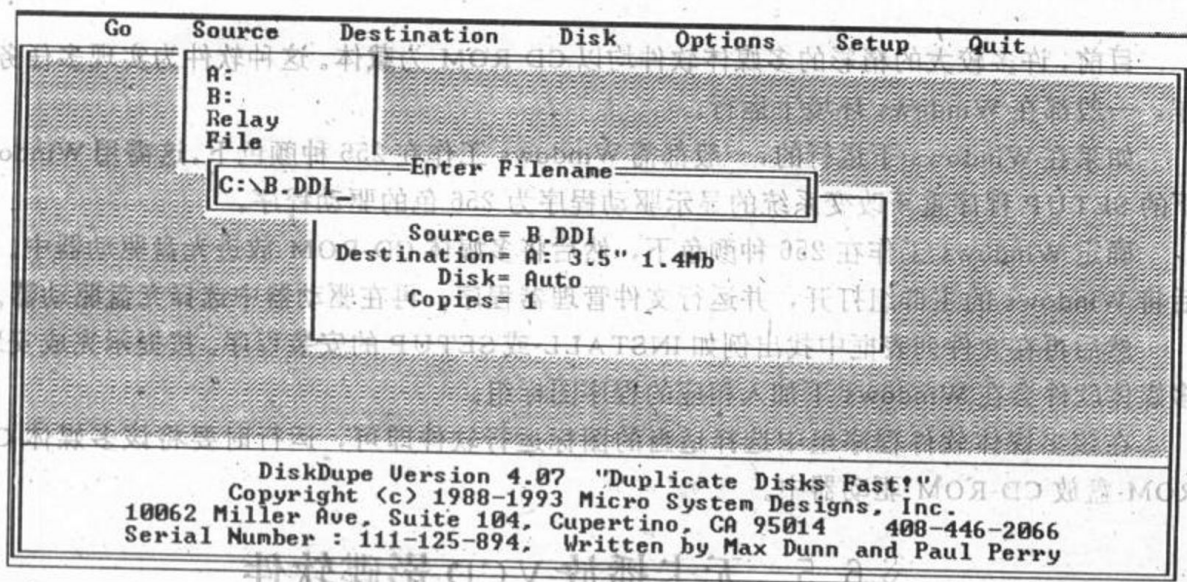

图 6-8
- ①在主菜单画面中选择 Source 选项，并回车出现下拉子菜单。
- ②在子菜单中选择 File（选项），即弹出以下提示框（图 6-8）：
- ③在 Enter Filename（输入文件名）提示框中输入要解包文件（类型为 *.DDI）的盘符、路径及文件名并回车。
- ④再在主菜单画面中的 Destination（目标）选项并回车，弹出其子菜单，在子菜单中